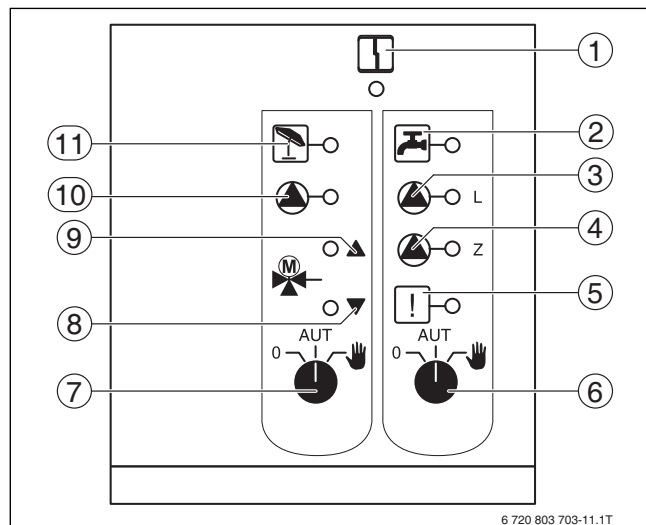

Рис. 12 FM441
Если переключатели не стоят в положении автоматического режима, то на пульт управления MEC2 выводится соответствующее сообщение, и загорается индикация **Неисправность** (→ рис. 12, [1]).
**0** и **Рука** являются особыми положениями переключателя отопительного контура (→ рис. 12, [7], стр. 12), которые разрешается устанавливать только специалистам сервисной фирмы.
**0** и **Рука** являются особыми положениями переключателя контура ГВС (→ рис. 12, [6], стр. 12), которые разрешается устанавливать только специалистам сервисной фирмы.